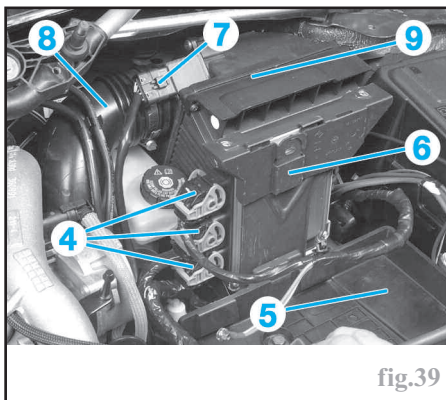
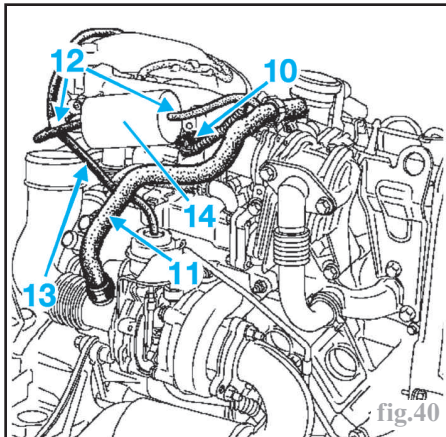

fig.39
fig.40
- réamorcer le circuit d'alimentation en combustible à l'aide de la poire d'amorçage placée en arrière du passage de roue droit (fig.40, chapitre "Moteur 1.5 dCi") et ouvrir la vis de purge en air (1) sur le couvercle du boîtier du filtre (fig.37),
- Resserrer la vis de purge en eau ou reposer le capteur de présence d'eau puis réamorcer le circuit à l'aide de la poire (fig.40, chapitre "Moteur 1.5 dCi") et ouvrir la vis de purge en air (1) (fig.37).
- Débrancher les connecteurs du calculateur de gestion moteur (4) et dégager le faisceau électrique (fig.39).
- le bac à batterie (5),
- le calculateur de gestion moteur avec son support (6),
- Débrancher le connecteur du débitmètre (7).
- le coude du conduit d'air (8),
- le boîtier de filtre à air (9).
- le connecteur de l'électrovanne EGR (10) (fig.40),